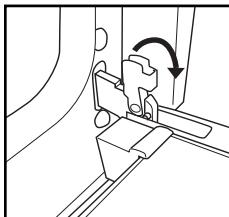

Fig.1
2. Soulevez les manettes d'arrêt des charnières en les poussant vers l'avant, jusqu'à la butée (Fig. 1).